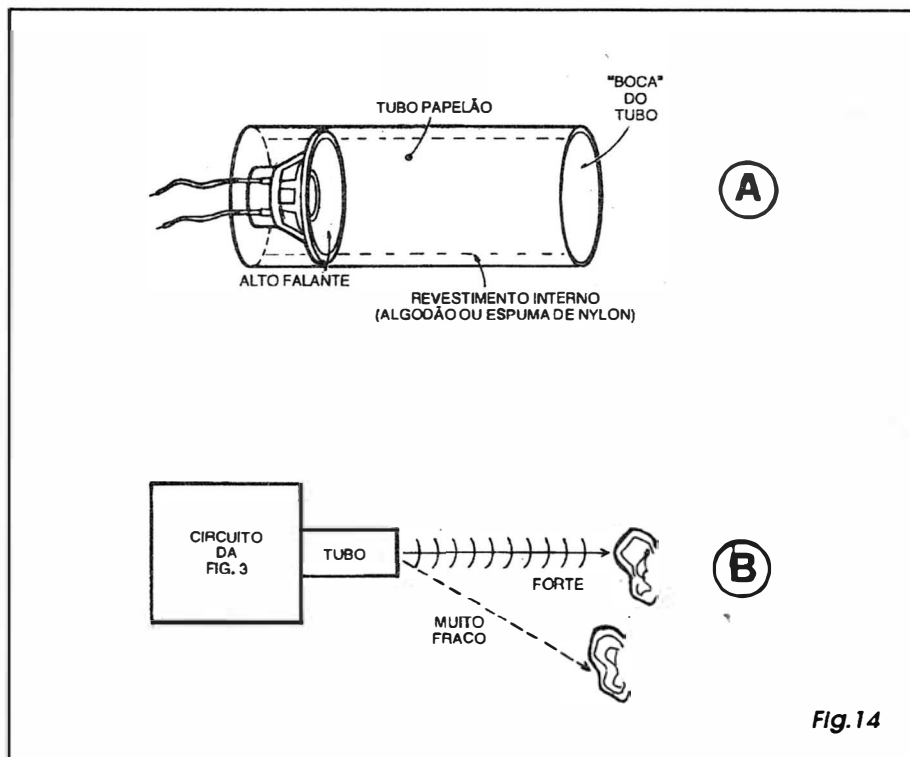

Fig. 14
- FIG. 14 - EXPERIÊNCIAS COM A DIRECIONALIDADE DO SOM... -